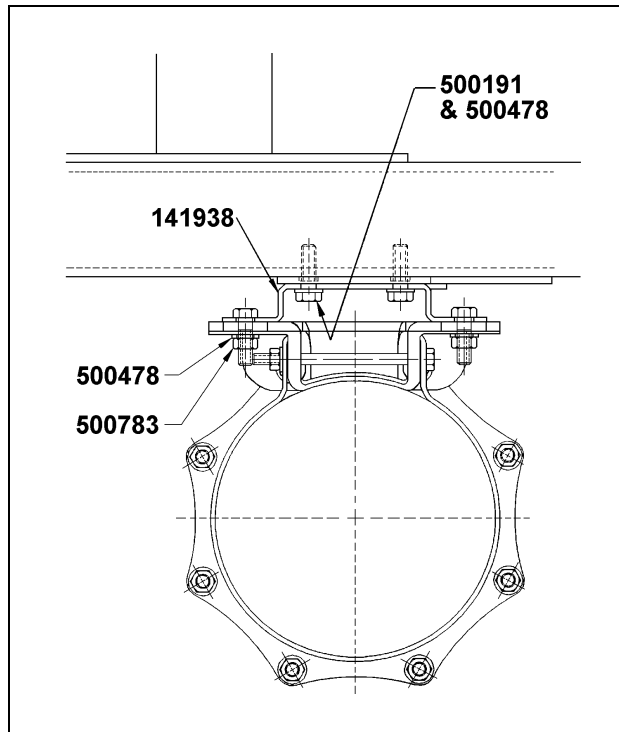

FIGURE 4: PLAQUE DE SUPPORT
6. Installer la plaque de support (Prévost no 141938) sur le longeron du sous-châssis arrière; elle peut être boulonnée ou soudée, au choix du client (voir la fig. 4):